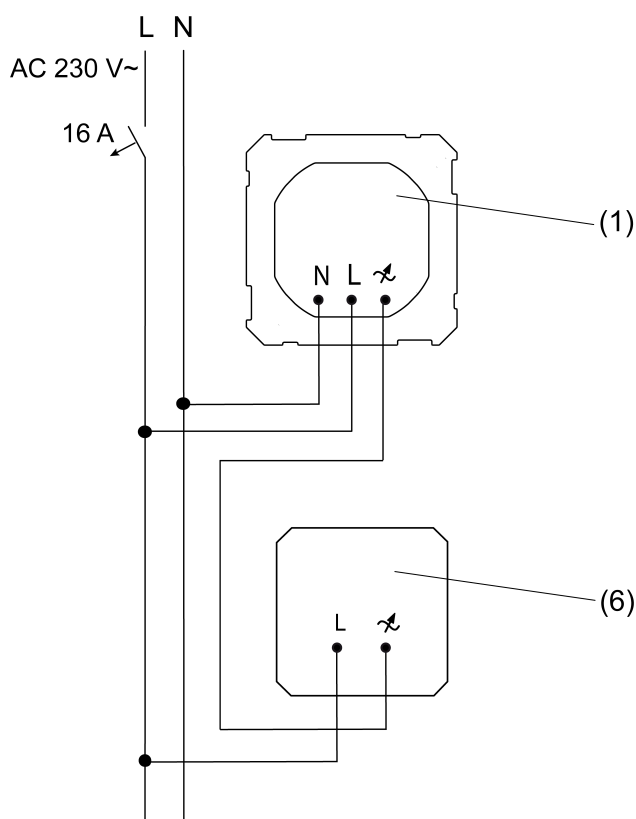
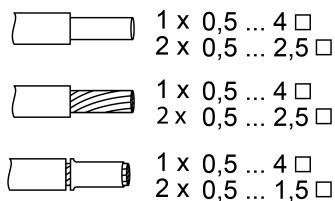

Figure 2: Pour appliques lumineuses variables : schéma de raccordement pour variateur LED bifilaire (6)
Figure 5: Section de conducteur serrable
- i** Respecter la section de conducteur serrable (Figure 5).
- Raccorder l'appareil encastré Plug & Light (1) pour les appliques lumineuses variables conformément aux schémas de raccordement suivants :
- Variateur LED avec raccordement bifilaire (6) (Figure 2)